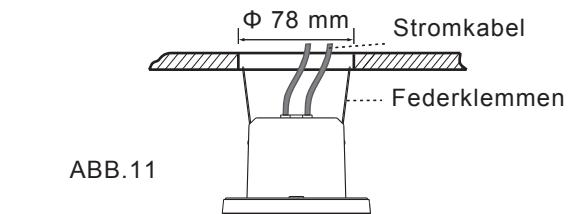

ABB.11
- 3.4.2.4 Die beiden Federklemmen des Melders verschließen und den Melder in die Bohrung an der Decke einfügen (siehe ABB.11).